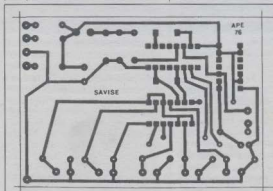

Fig. 2
- FIG. 2 - LAY OUT DO CIRCUITO IMPRESSO ESPECÍFICO - O diagrama mostra, em escala 1:1 (tamanho natural, portanto...) o padrão de ilhas e pistas da face cobreada do impresso, muito fácil de ser copiado e realizado pelo leitor, já que não é excessivamente congestionado... Bastam os (eternamente...) recomendados cuidados e conferências, lembrando ainda